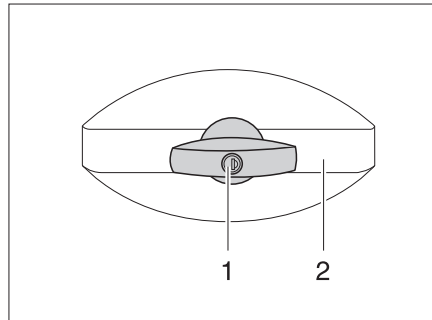

Fig. 31 Cerradura de la trampa, de forma elíptica, cerrada
- Introducir la llave en el cilindro de cierre (Fig. 31,1) y girarla un cuarto de vuelta en sentido contrario a las agujas del reloj. El asidero de la cerradura (Fig. 31,2) se abre de golpe.